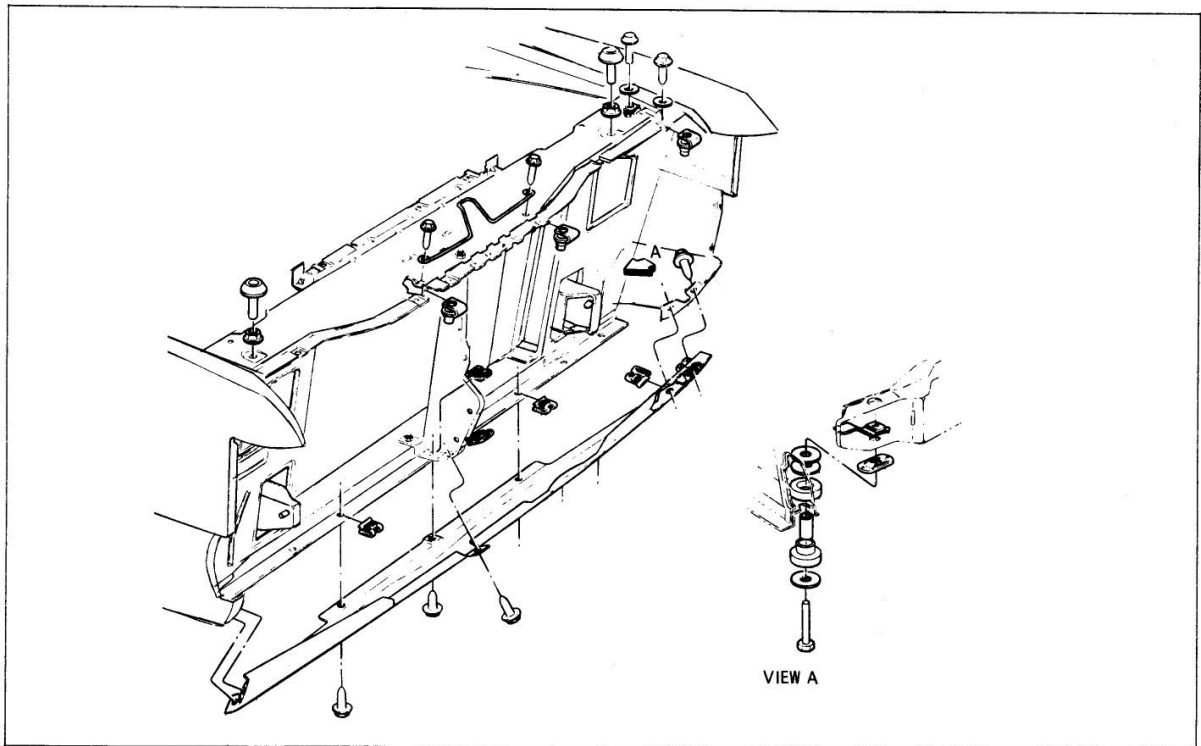

Fig. 14-2 Grand Prix Front Valance Panel
1. Remove valance panel (Fig. 14-2).